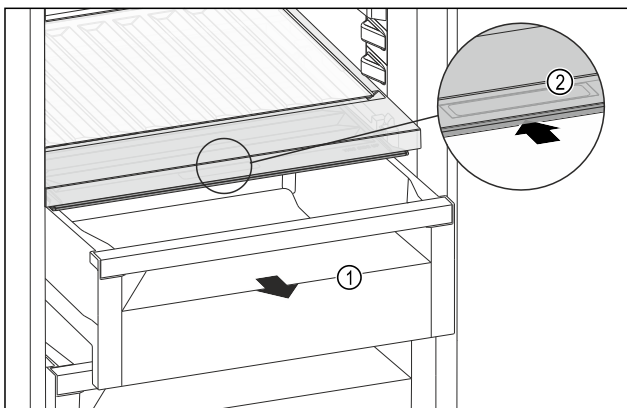

Fig. 157
- ▶ Extrageți sertarul Fig. 157 (1).
- ▶ Prindeți mânerul încastat Fig. 157 (2) de la capacul compartimentului și glisați concomitent capacul compartimentului spre partea posterioară.